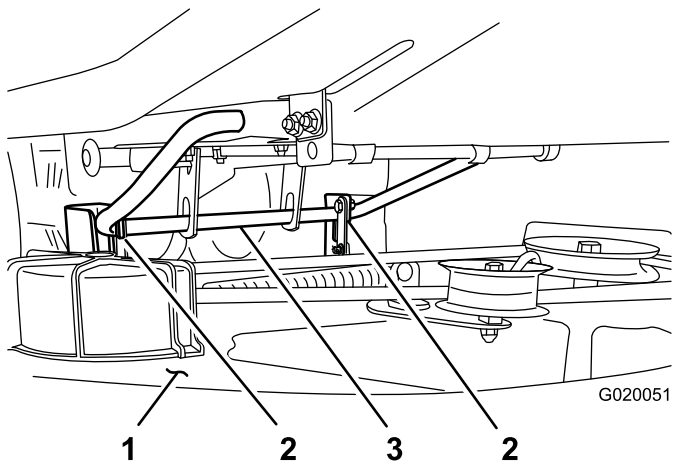
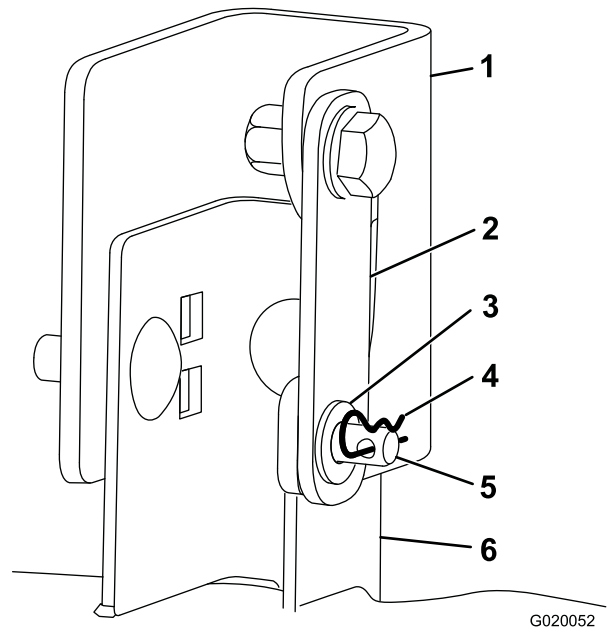

Figura 37
Figura 38
7. Retire la chaveta y la arandela del pasador de horquilla que pasa por la pletina de suspensión y el soporte de la carcasa en un lado de la carcasa de corte. Haga lo mismo en el otro lado (Figura 37 y Figura 38).
- 8. Eleve un poco la parte trasera de la carcasa para aliviar la presión sobre los pasadores de horquilla, y retírelos (Figura 37 y Figura 38).
- 9. Eleve la carcasa de corte y desenganche las pletinas de suspensión de la varilla de elevación trasera, y baje la parte trasera de la carcasa de corte con cuidado al suelo (Figura 37).
- 7. Eleve la parte trasera de la carcasa de corte y coloque las pletinas de suspensión sobre la varilla de elevación trasera (Figura 37).
8. Gire cada soporte de la carcasa hasta que el taladro del extremo suelto esté alineado con el taladro de la pletina de suspensión (Figura 38).
9. Instale el pasador de horquilla a través de los soportes en cada lado; luego, instale las arandelas y las chavetas en los pasadores de horquilla (Figura 38).